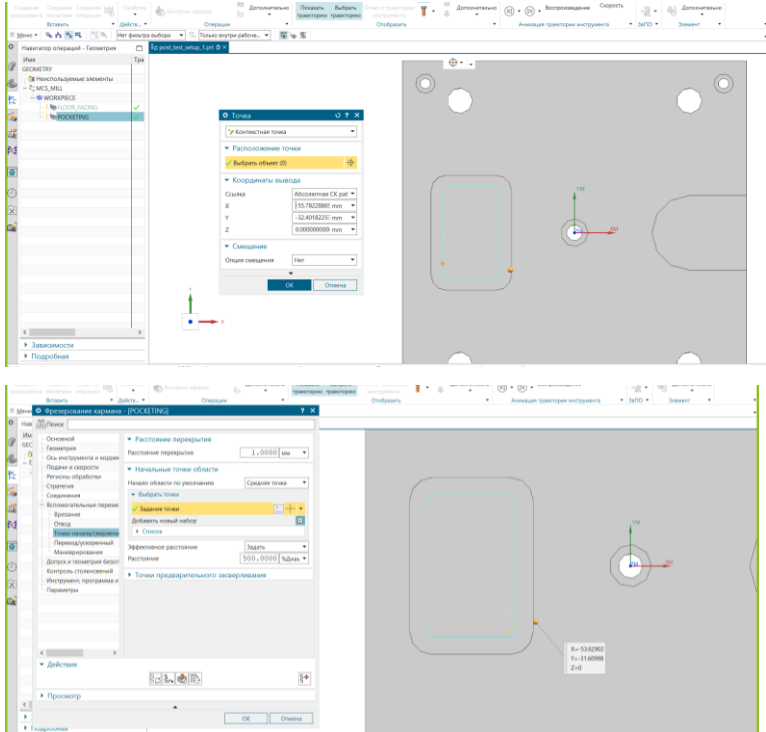

Рисунок 8 – Результат виконання дій
8. За умовчанням як точка входу вибирається середина щонайдовшої сторони. Для зміни точки входу в групі Допоміжні переміщення (Точки начала) є параметр Початкові точки області. Вкажіть точку, як на рис. 8. Точка прив'язана до ребра, тому не забувайте про опції прив'язки. Натисніть ОК і перегенеруйте траєкторію. Як точка входу на контур буде використана точка, що належить контуру і що є найближчою до вказаної